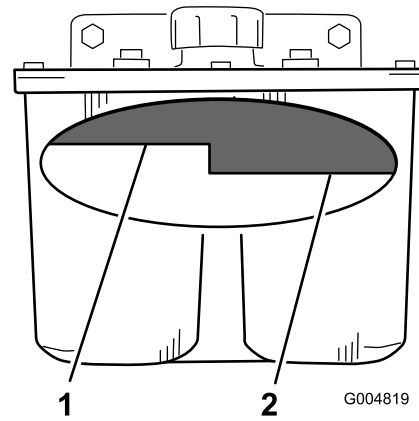

Bild 71
2. Reinigen Sie den Bereich um den Einfüllstutzen des Hydraulikbehälters (Bild 71).
3. Drehen Sie den Deckel vom Einfüllstutzen ab. Schauen Sie in den Stutzen um sicherzustellen, dass Öl im Behälter ist (Bild 71).
Hinweis: Der Füllstand sollte bei heißem Öl die Oberkante der heißen Einfüllmarkierung der Zwischenplatte erreichen (Bild 71).